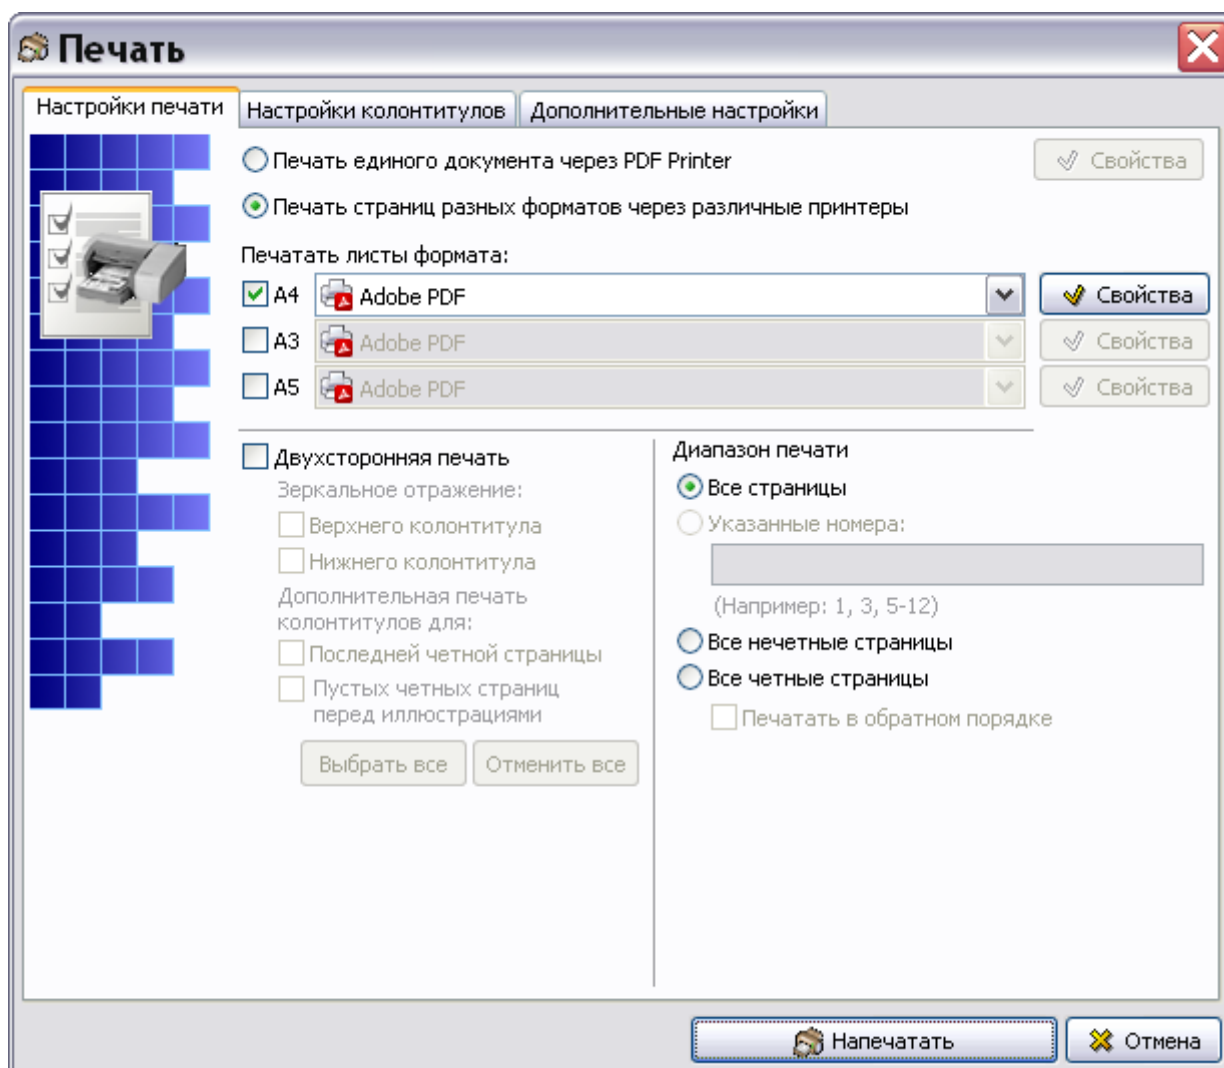

Рис. 21.64
6. Нажмите на кнопку  **Печать ...** в нижней части окна. После этого откроется диалоговое окно **Печать** (Рис. 21.64).